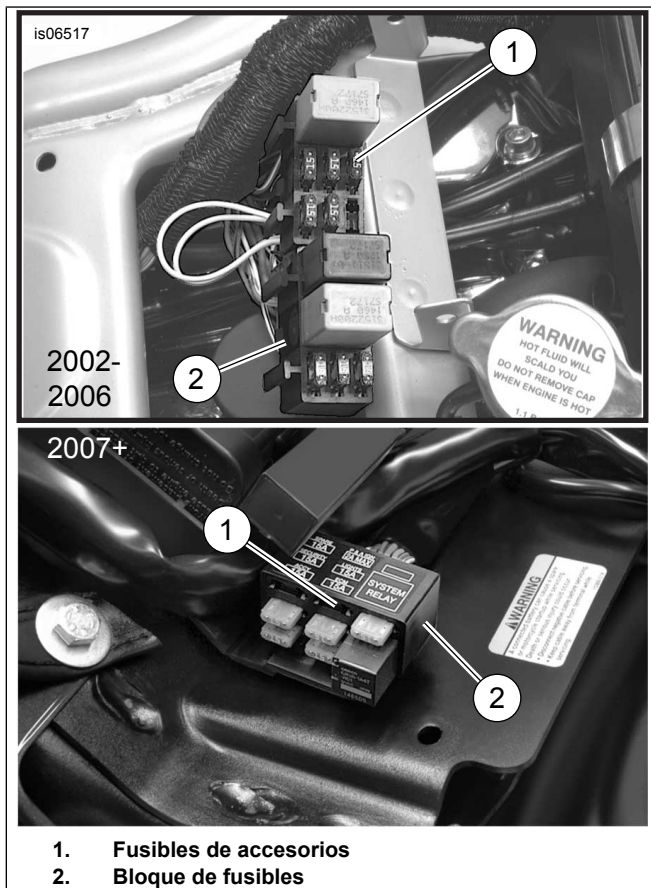

Figura 15. Ubicaciones de los fusibles de accesorios (modelos V-Rod)
1. Vea Figura 15 . Corte cuidadosamente un área para abrir la envoltura del mazo de cables principal cerca del bloqueo de fusibles (2) en un punto de acceso y corte el cable del mazo de cables principal naranja/blanco que conduce hacia la cavidad de fusible (1) marcada como: